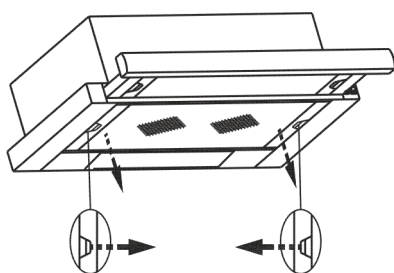

рис. 6
8.3 Для очистки алюминиевого фильтра извлеките его из вытяжки (рис. 6) и произведите его очистку с помощью щетки водным раствором нейтрального моющего средства вручную или в посудомоечной машине (при 60°C). Сильно загрязненный фильтр не следует мыть в посудомоечной машине. Старайтесь не сгибать фильтр при мойке.
- снимите алюминиевый фильтр, для этого нажмите на пружинный замок на фильтре и потяните его вниз и на себя (рис. 6);